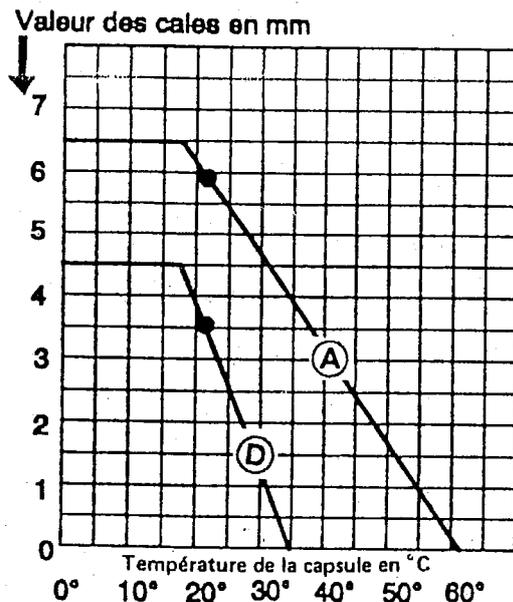

Fig 2
Réglage de la capsule thermostatique Laisser le moteur refroidir durant 3 heures environ. Faire un contrôle des valeurs (A) et (D) à l'aide d'un jeu de cales et déterminer les valeurs à retrouver en fonction du diagramme (Fig 2).
3°) En utilisant le diagramme (fig.2) indiquer quelle valeur il faut retrouver en A et en B à une température de la capsule de 30°. /4 points